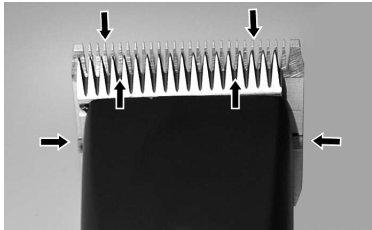

Abb. 13
Für ein gutes Scherergebnis und zur Erhöhung der Lebensdauer der Schermaschine und des Scherkopfes ist eine dünne Ölschicht zwischen dem Ober- und Untermesser unumgänglich (Abb. 13).
- ▶ Schermesser während der Schur ausreichend ölen (mindestens alle 15 Minuten), damit sie nicht trocken laufen (Abb. 13).
Die Messer müssen vor, während und nach jedem Gebrauch geölt werden. Wenn die Messer der Schermaschine Streifen hinterlassen oder sich verlangsamen, ist dies ein sicheres Zeichen, dass Sie Öl benötigen. Einige Tropfen Öl vorne und seitlich auf die Schermesser auftragen (siehe Pfeile Abb. 13). Überschüssiges Öl mit einem weichen, trockenen Tuch abwischen. Schmier-sprays enthalten nicht genug Öl für eine gute Schmierung, eignen sich jedoch zur Kühlung der Schermesser. Beschädigte oder gekerbte Messer sofort auswechseln um Verletzungen zu verhindern.